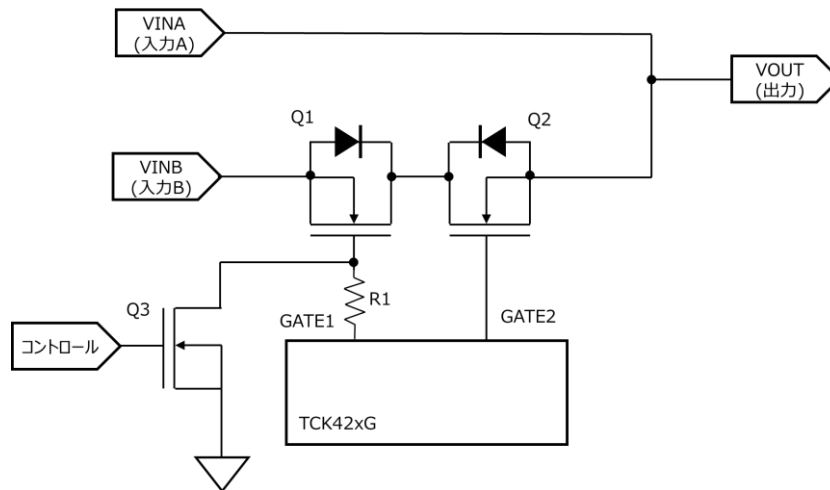

図 3.2 MBB 動作回路
本回路の MBB 動作概要を説明します。図 3.2 の MBB 動作回路では V_{INA} 電圧 $>$ V_{INB} 電圧、 V_{INB} は常時通電と仮定します。
- ① VINB に 9 V が印加されており、出力電圧には VINB 側電圧 (約 9 V) が出力される。
- ② VINA に 20 V を印加すると、FLAG 出力が H 出力 (約 5 V) になる。このタイミングで VINA 側ドライバーの TCK421G がオン動作を開始する。
- ③ VINB ドライバー回路内で図 3.2 の Q3 に相当するゲート遮断 MOSFET SSM3K15ACTC がオンになり、SSM10N961L 内の Q1 に相当する MOSFET がオフになる。②での TCK421G のオン後スタートアップ時間 t_{ON} (約 3 ms) の間、VINB からこの Q1 のボディダイオード順電圧分などがドロップした電圧が出力される。
- ④ ③でオンされた TCK421G の t_{ON} 時間後に、VINA 側電圧 (約 20 V) が出力される。
- ⑤ VINA の印加電圧が 0 V になると FLAG 出力は L 出力 (0 V) となる。
- ⑥ VINA 電圧が 0 V となったため、図 3.2 の Q3 に相当するゲート遮断 MOSFET がオフし、SSM10N961L 内の Q1 に相当する MOSFET がオン動作を開始する。この間は VINB から Q1 のボディダイオード順電圧分などがドロップした電圧が出力される。
- ⑦ Q1 に相当する MOSFET がオンになり、VINB 側電圧 (約 9 V) が出力される。